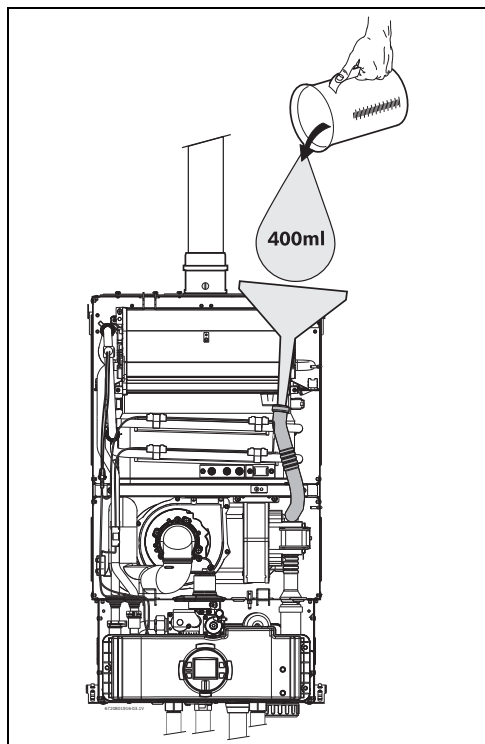

Рис. 62 Заполнение устройства для сбора конденсата после установки.
- ▶ Заполните устройство для сбора конденсата, залив примерно 14 унций (400 мл) воды через верхнюю часть сливной трубки. Во избежание повреждение прибора используйте при этом воронку, см. Рис. 62 .